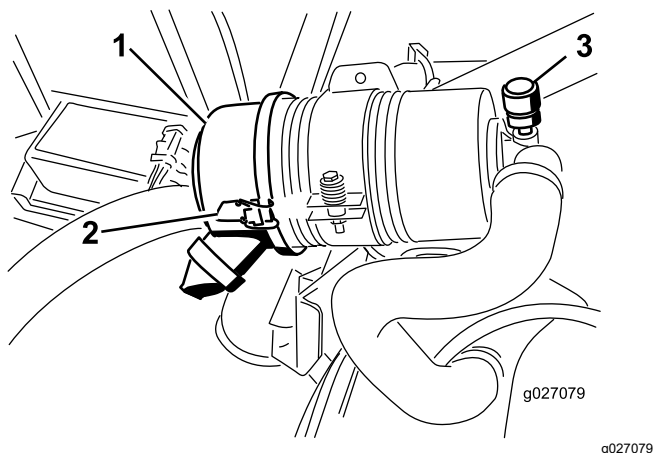

Figura 49
Faça a manutenção ao filtro de ar apenas quando o indicador de manutenção o exigir (Figura 49). Mudar o filtro de ar antes de ser necessário apenas aumenta a possibilidade de entrar sujeira no motor quando retira o filtro.
2. Liberte os trincos que fixam a cobertura do filtro de ar ao respetivo corpo (Figura 49).